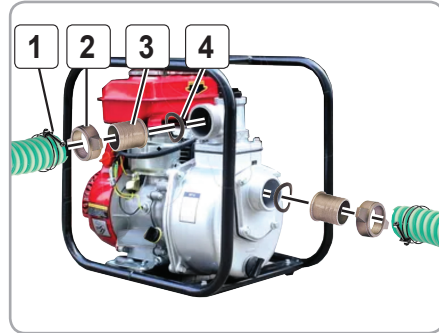

Fig.5
- pentru conectarea motopompei trebuie să folosiți furtune de aspirație/refulare cu armatură neexpansibile fixate cu colierele (se achiziționează separat) (Fig.5);